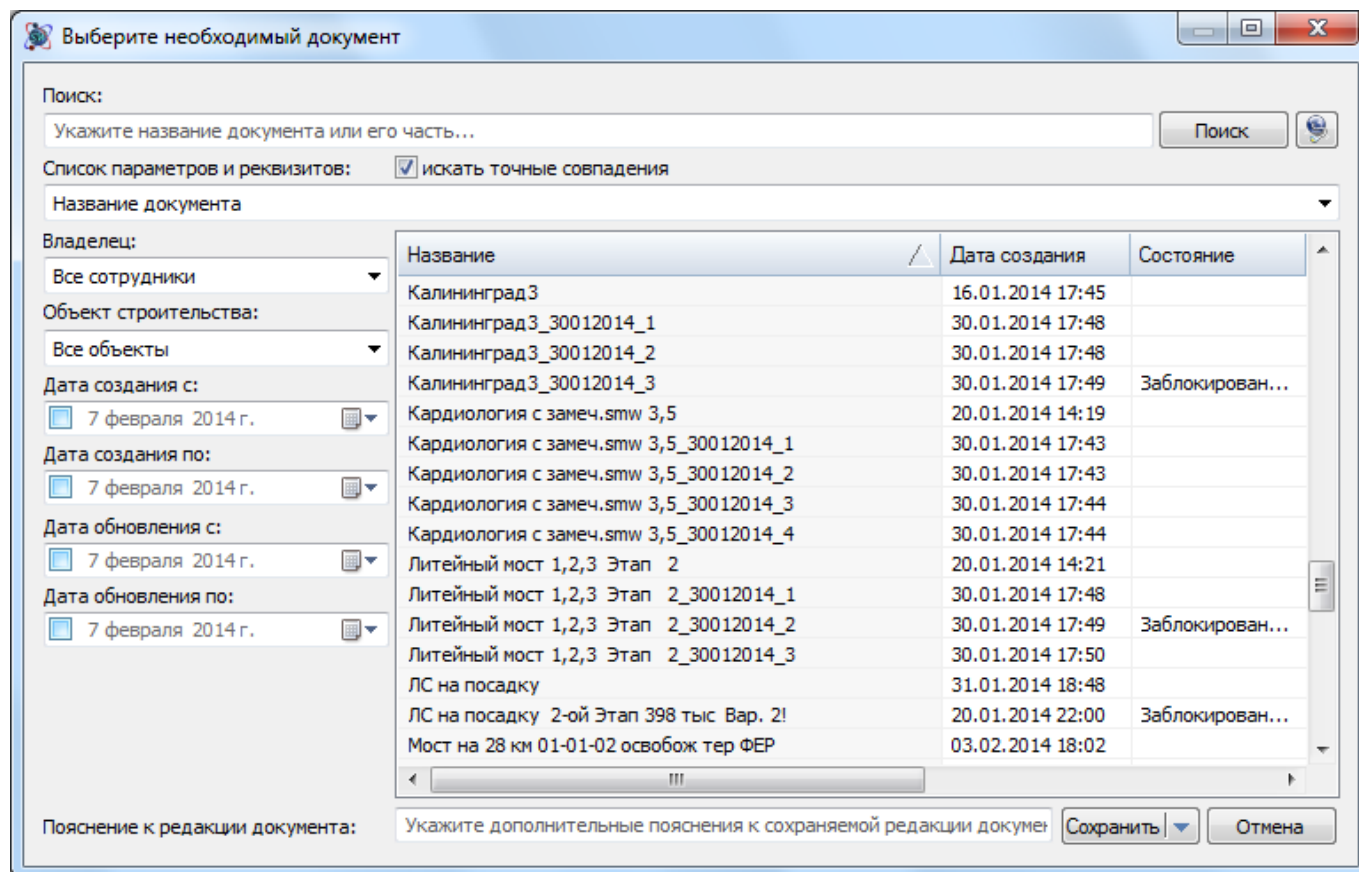

Рис. 6.26 Сохранение новой редакции документа
2. В открывшемся диалоговом окне (рис. 6.26) выбрать документ, для которого производится сохранение новой редакции, и нажать на кнопку **Сохранить**.